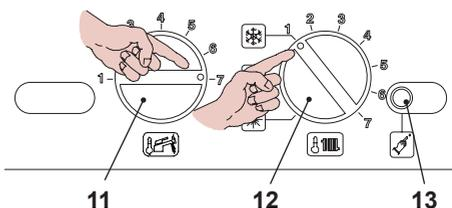
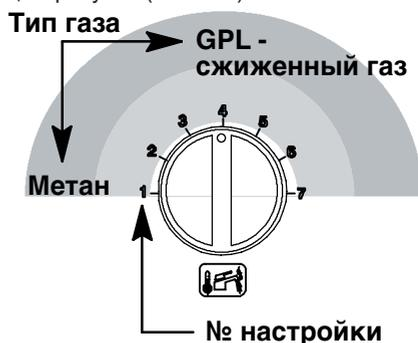
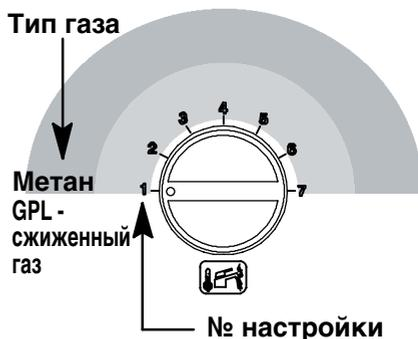

Рис. 8.2
Рис. 8.7
Рис. 8.11
- Установите переключатель функций 11 и регулятор температуры горячего водоснабжения 12, как показано на рисунке Рис. 8.2.
- Чтобы настроить тип газа, войдите в режим программирования, нажав и удерживая в течение 15 секунд кнопку перезапуска 13 (Рис. 8.2), пока на ЖК-дисплее не появится параметр **P01**. На ЖК-дисплее последовательно отобразятся следующие символы (параметр **P01** будет загораться поочередно с --- --).
- Нажмите кнопку перезапуска 13, см. Рис. 8.2, и пролистайте параметры до **P05**, предназначенного для настройки типа газа. На ЖК-дисплее последовательно отобразятся следующие символы (параметр **P05** будет загораться поочередно с 01).
Пример: если котел будет питаться сжиженным газом (G30-G31), но настроен на питание метаном (G20), установите регулятор 11 (Рис. 8.2) так, как показано на следующем рисунке (Рис. 8.7).
- Нажмите кнопку перезапуска 13, см. Рис. 8.2, и пролистайте параметры до **P06**, предназначенного для настройки типа газа (второго уровня). На ЖК-дисплее последовательно отобразятся следующие символы (параметр **P06** будет загораться поочередно с **01**).
- Чтобы изменить настройку, поверните регулятор температуры в системе горячего водоснабжения 11, см. Рис. 8.2, и установите его в выбранное положение, см. также Рис. 8.11.